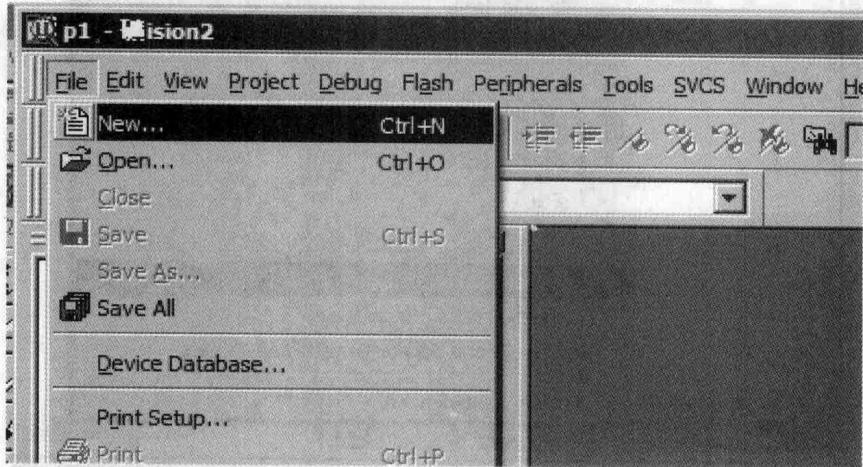

图 1-9 建立 C 程序
1) 建立 C 程序。点击“File”的“New”，如图 1-9 所示。